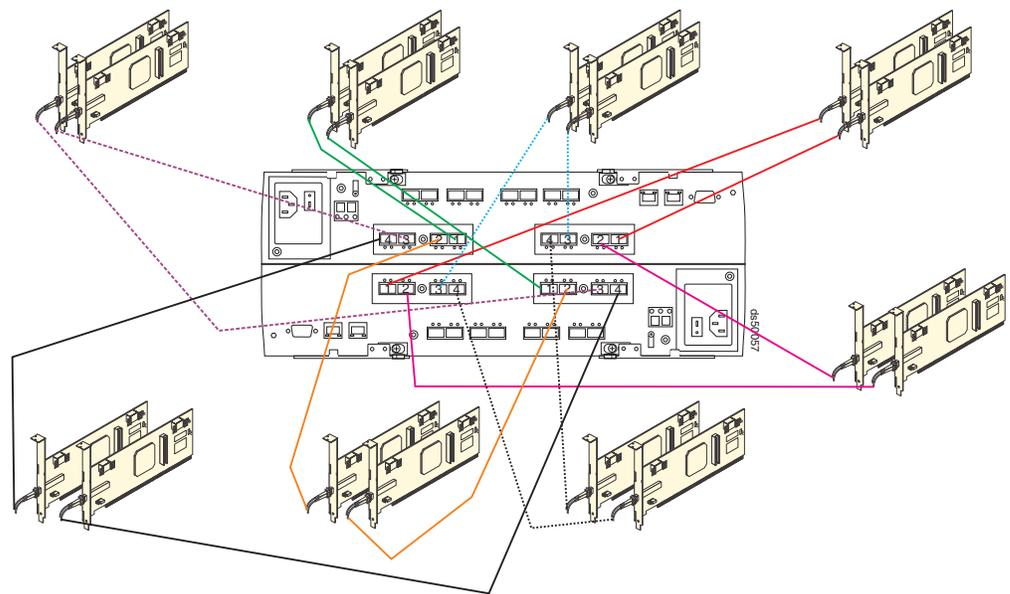

图 72. 八个冗余主机连接的接线图
- 对于每个其他的冗余主机连接，请重复第 102 页的 1 和第 102 页的 2 这两步。您最多可以创建八个冗余主机连接，如图 72 中所示。
注：图 72 显示主机端口连接到八组 FC 主机总线适配器 (HBA)。您可以根据需要，使用 FC 交换机更换一组或所有组的 FC HBA。